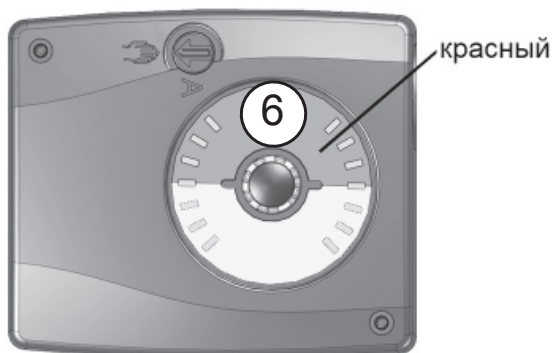

Рис. 12
3. Снять поворотную рукоятку (6), стопорную шайбу (5) и винт (4) с зубчатого вала (8).
4. Диск-указатель смещения (7) повернуть на 180°, чтобы красная область была направлен вверх (рис. 12).